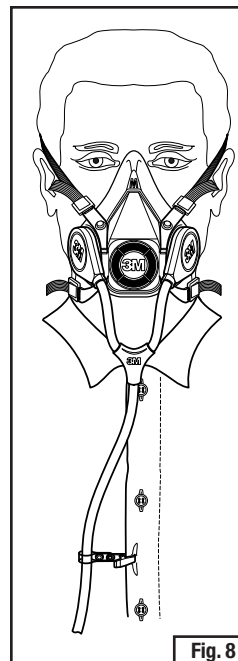

Fig. 8
5. Sur les tuyaux de respiration à deux arrivées d'air SA-1500 et SA-1600 3MMC, utiliser la pince pour fixer le tuyau à un vêtement (Fig. 8).